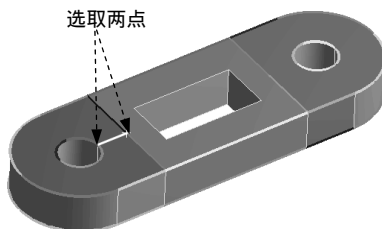

图 4.4.51 分割面结果(一)
(1) 创建分割面(一)。在“Outline”窗口中选中  Virtual Topology 节点,按住 Ctrl 键,选取图 4.4.51 所示的两点对象,在“Virtual Topology”工具栏中单击  Split Face at Vertices 按钮,结果如图 4.4.51 所示。